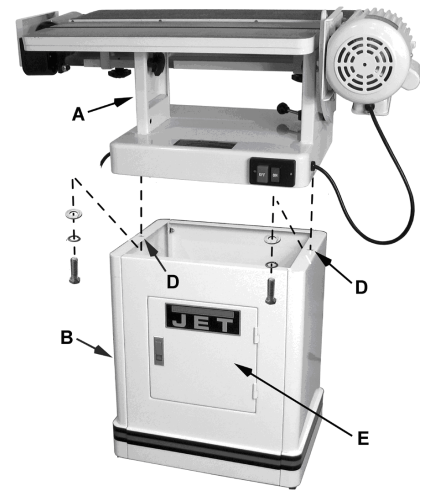

Fig 2
Die Schleifeinheit (A) ist 95kg schwer! Seien Sie vorsichtig und verwenden Sie geeignete Hubmittel zum Aufsetzen (Fig 2).